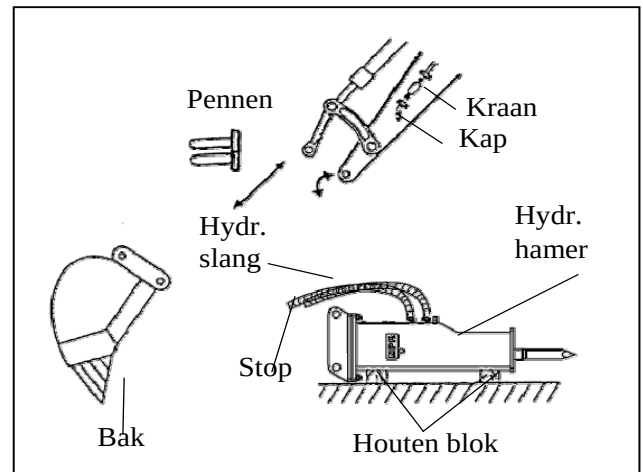

Fig. 3
- 5) Voorkom loos slaan. Breuk of splintervorming treedt dan op in dat deel dat in contact staat met de beitelpen zoals te zien in Fig. 3.
- 6) Vervang de bussen wanneer de slijtage onder de vastgestelde limieten komen. Wanneer de bussen niet vervangen worden ontstaat splintervorming of breuk aan de top van de beitel, zoals aangegeven in Fig. 3.